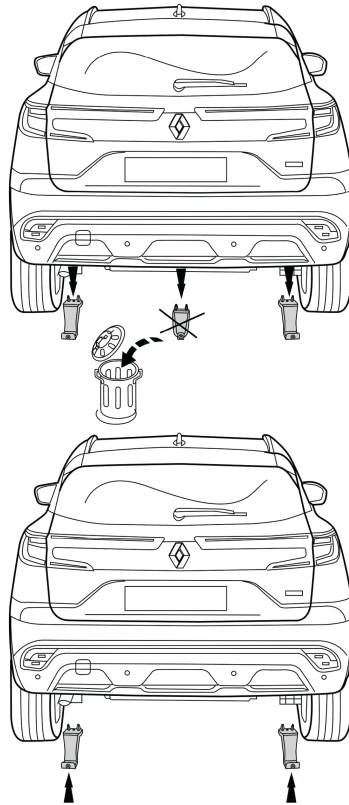

Fig. 1
1. Снять указанные пластмассовые части. См. рисунок 1, 2 & 3.